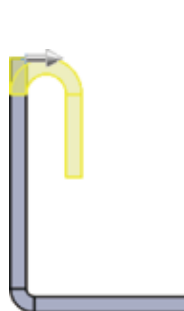

图 5.60 材料在内
-  (材料在内) 单选项: 用于控制褶边区域位于褶边附着边内侧, 效果如图 5.60 所示。